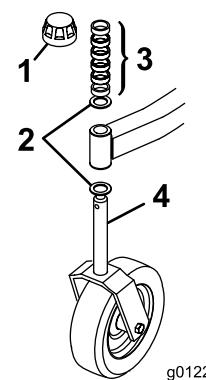
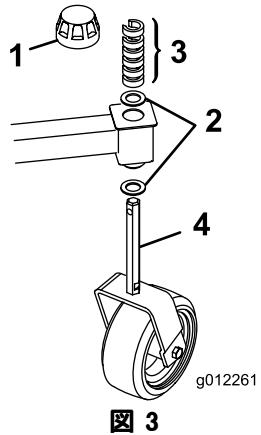

図 2
図 3
- スピンドルシャフトからテンショニングキャップを取り外し、スペーサとスラストワッシャを取り出す（図 2 と 図 3）。
2. キャスタスピンドルにスペーサを入れて希望の刈高にする；「刈高の調整」の項にある刈り高表を参照のこと。スラストワッシャとスピンドルに通す。前キャスターアームに大きいキャスタースピンドルを通し、後キャスターアームに小さいキャスタースピンドルを通す。スピンドルにスラストワッシャをもう1枚入れ、残りのスペーサを入れてからテンショニングキャップを付けてアセンブリを固定する（図 2と）図 3。